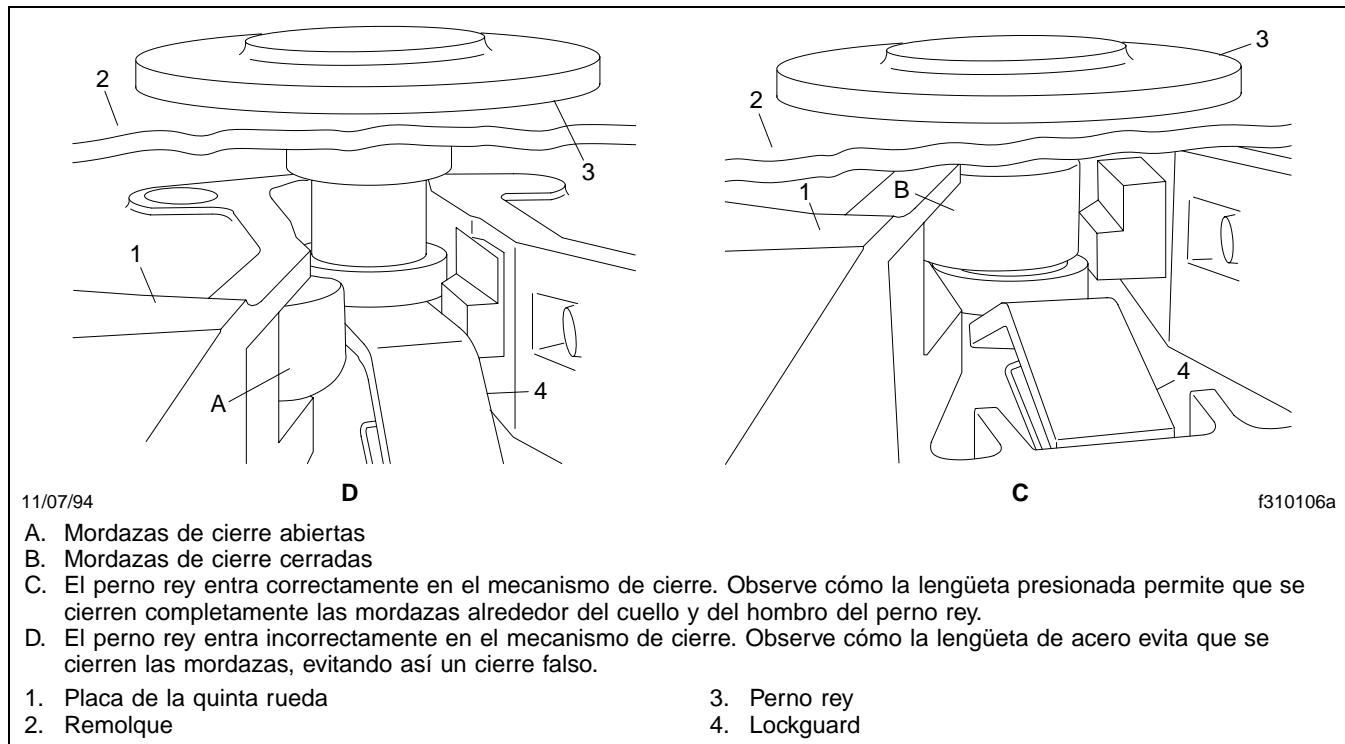

Figura 8.3, Mecanismo Lockguard (vista desde atrás)
El protector de cierre Lockguard de Holland (**Figura 8.3**) es un dispositivo que previene un cierre falso y es utilizado en los mecanismos de cierre del perno rey tipo "B". El Lockguard es una lengüeta lisa tensada por un resorte. El perno rey pasa por encima de la lengüeta y la presiona al entrar en el mecanismo del cierre. El Lockguard evita que las mordazas se cierran antes de que el perno rey entre completamente en el cierre. Si el perno rey entra incorrectamente en la quinta rueda y no presiona la lengüeta, el mecanismo de cierre no logra cerrarse.
3. Coloque el tractor de modo que la abertura del cierre de la quinta rueda esté en línea (tanto vertical como horizontalmente) con el perno rey del remolque. El perno rey debe estar en una posición para poder entrar en la garganta del mecanismo de cierre, para prevenir un cierre falso. Vea la **Figura 8.3**. Ajuste los patines del remolque para tener suficiente altura de alineación de modo que la quinta rueda pueda levantar el remolque en sus rampas.